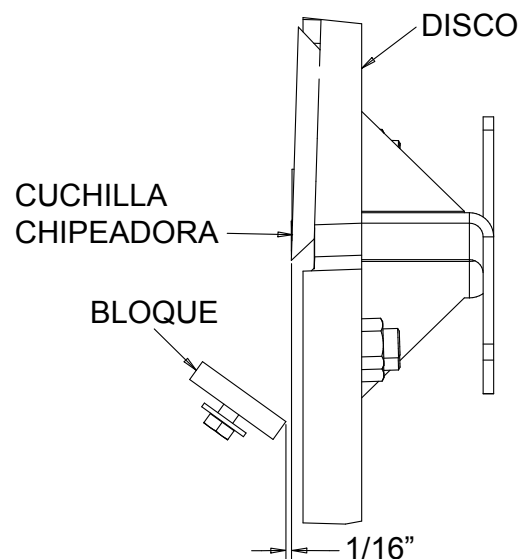

Figura 5.2 - Cuchilla chipeadora y holgura del bloque
2. Mida la holgura que hay entre la cuchilla chipeadora y el bloque de picado desde el interior de la carcasa de la chipeadora. La distancia mínima entre la cuchilla chipeadora y el bloque de picado debería ser de 1/16" (2 mm) (Figura 5.2).